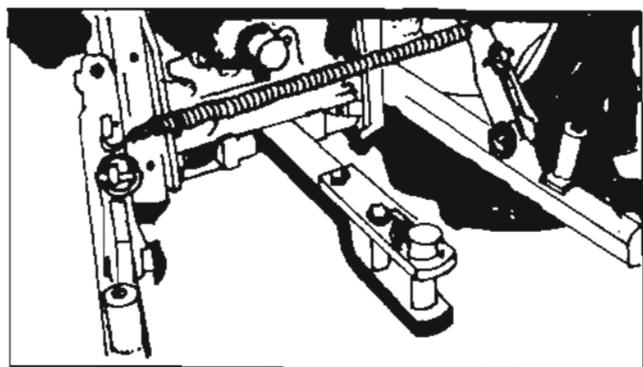

Fig. 2 - Barra de tiro recta con horquilla. Se ve el perno de sujeción.
Para ello se emplea un fuerte pasador o perno de sujeción (fig. 2).
- proveer un enganche del apero que impida el balanceo o hamacado del mismo; con horquilla (fig. 2).